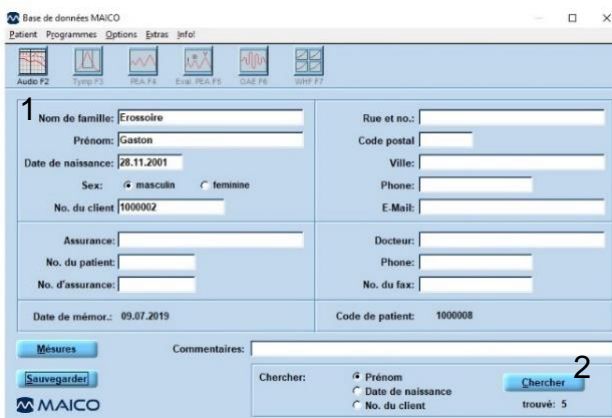

Figure 29
Utilisez le bouton **Chercher** pour choisir un client existant. Ceci affichera une liste de clients qui sont déjà dans la base de données. Rétrécissez la recherche en saisissant des informations dans l'un des champs démographiques (1), puis en sélectionnant une catégorie de recherche (2) : **Nom de famille, Date de naissance** ou **No. du client** (Figure 29).